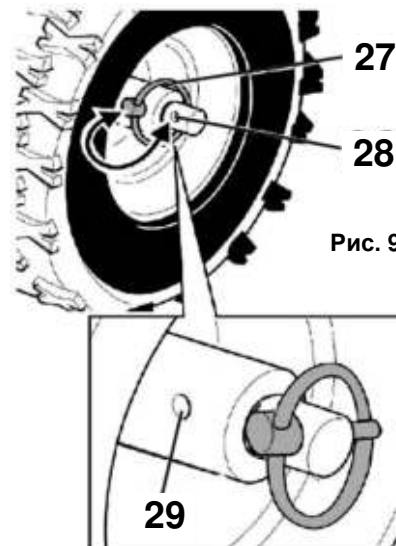

Рис. 9
- Для этого переставьте стопорный палец с кольцом (27), который жестко крепит колесо на оси сквозь отверстие (29), в свободное положение (28)(См. Рис.9).
- Для этого совместите отверстие в ступице колеса (28) с отверстием оси привода и вдвиньте стопорный палец (27) в отверстие (28)(См. Рис.9).